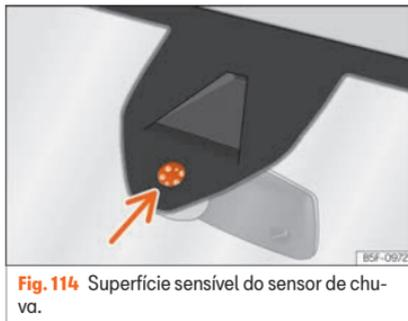

Fig. 114 Superfície sensível do sensor de chuva.
As possíveis causas de anomalias e interpretações errôneas na zona da superfície sensível » » **Fig. 114** do sensor de chuva são, entre outras:
- Limpe regularmente a superfície sensível do sensor de chuva »» Fig. 114 (seta) e verifique possíveis danos nas escovas.